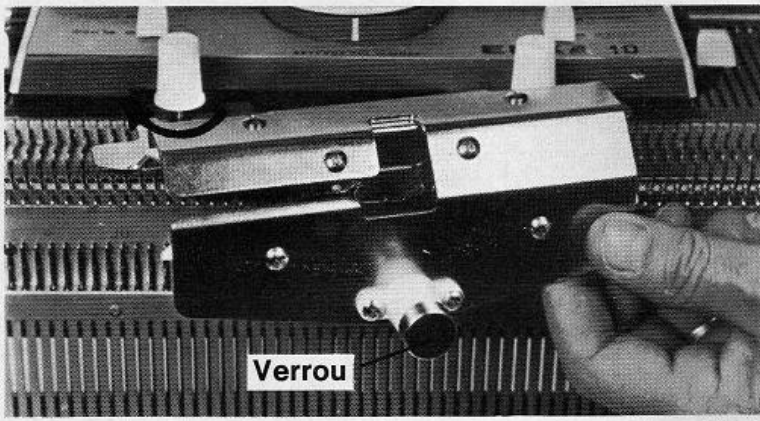

Fig. 7
- Dévisser les deux boutons blancs glisser à fond l'accoupleur sous le deux boutons et les bloquer en le tournant vers la droite (fig. 7).